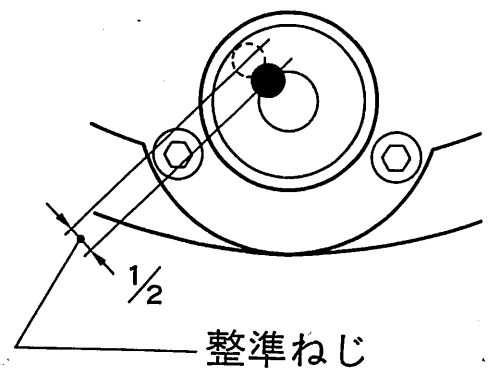

図6.2
- 3) 整準ねじ⑤でずれ量の半分を戻します。(図6.2)
- 4) あとの半分を六角棒スパナ⑮を使い、円形気泡管調整ねじ③を回して、○内に気泡を入れて下さい。